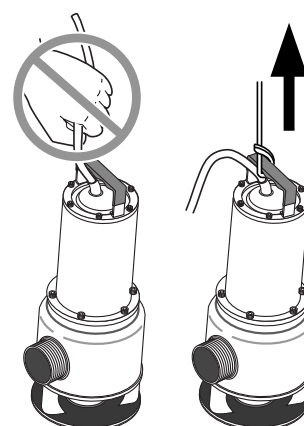

Figura 1
**⚠ ADVERTENCIA** **Riesgo de choque eléctrico.** El choque puede quemar o matar. No levante la bomba por medio del cordón eléctrico. Consulte la sección sobre "Cómo levantar el cordón" y la Figura 1. Para la instalación trifásica y la rotación, consulte la sección de "Electricidad" en la página 4.
**Riesgo de choque eléctrico.** Puede que mar o matar. No levante la bomba del cordón eléctrico. Consulte la sección sobre “Cómo levantar la bomba” y la figura 1 en la página 3. Coloque la bomba en una zona en donde se pueda limpiar bien. Saque todo limo o depósito que haya quedado en la bomba. Sumerja la bomba en una solución desinfectante (clorox o una solución de cloro de potencia similar) por lo menos durante una hora antes de desarmarla.